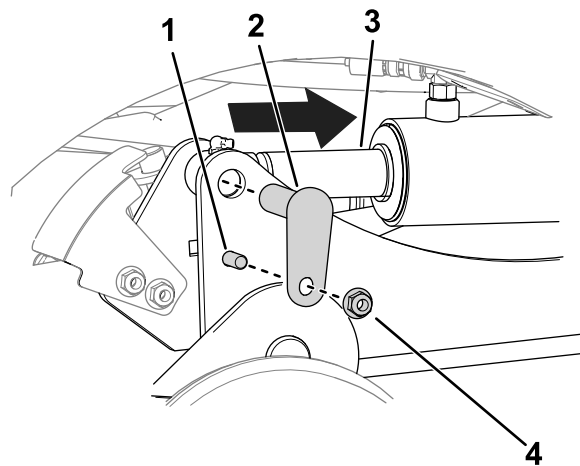

Figura 7
- Utilice un botador para alinear los orificios de las varillas de los cilindros con los orificios de los brazos de elevación (Figura 7).
- Utilice 2 pernos ($\frac{3}{8}$ " \times $1\frac{1}{4}$ "), 2 tuercas ($\frac{3}{8}$ ") y 2 pasadores pequeños para sujetar los brazos de elevación a los cilindros (Figura 7).